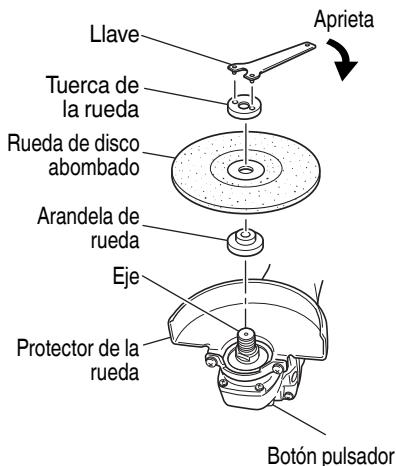

Fig. 9
- Apriete la tuerca de la rueda utilizando la llave suministrada como se muestra en la Fig. 9.